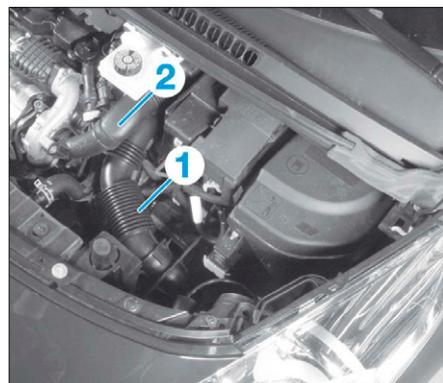

FIG. 25
- Déposer les conduits d'air (1) et (2) (Fig.25).